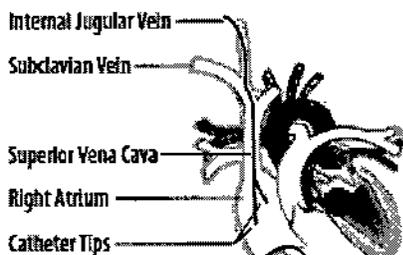

Figura 11
- Vena yugular interna derecha (consulte la figura 11):